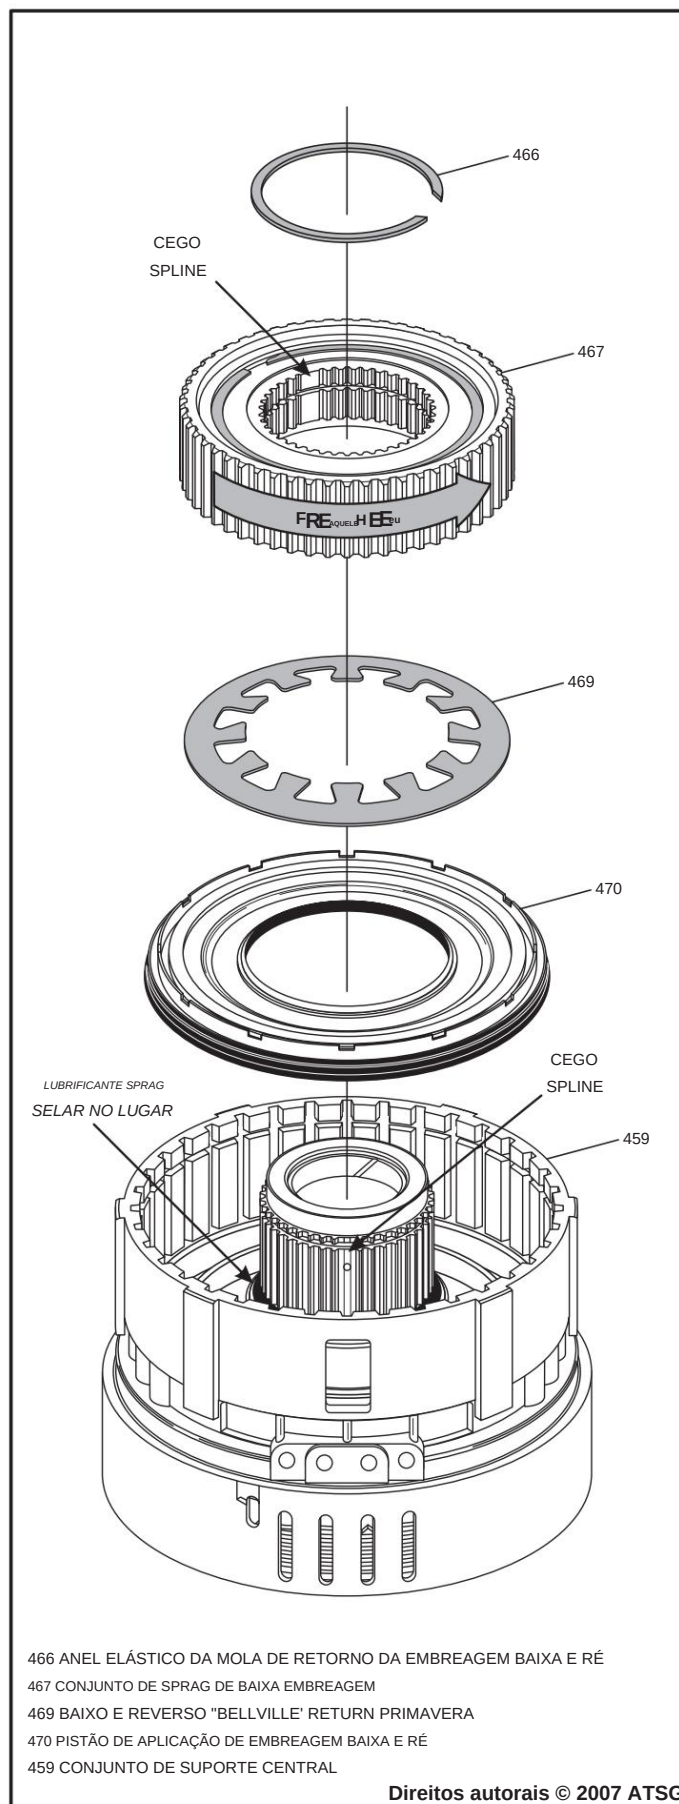

Figura 112
17. Lubrifique as vedações de um novo pistão moldado da embreagem de baixa/ré e instale-o no suporte central, conforme mostrado na Figura 112.
18. Verifique a rotação adequada da calha, conforme mostrado na Figura 112. A calha inferior deve rodar livremente no sentido anti-horário enquanto segura a pista interna e trava no sentido horário.
19. Instale o conjunto da mola inferior no cubo do suporte central, conforme mostrado na Figura 112.